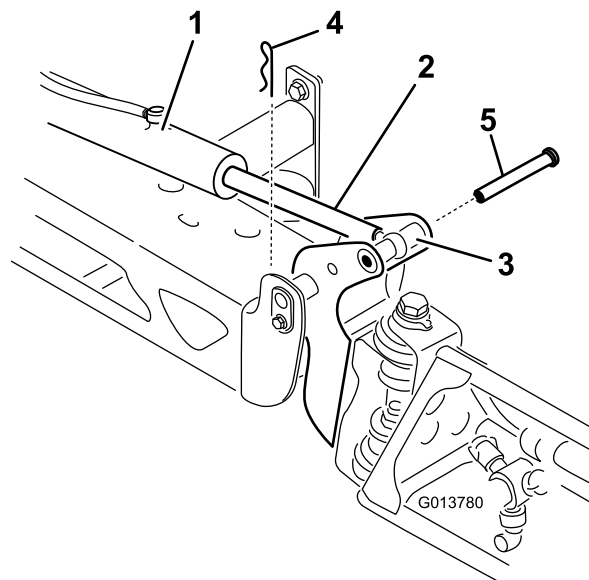

図 69
2. クレビスピンについているヘアピンを抜き取る 図 69。
3. ブームを持ち上げてクレビスピンを外し、ブームをゆっくりと床面に降ろす 図 69。
7. ブームを支えながら、ブームのピボットとアクチュエータロッドにクレビスピンを通す 図 69。